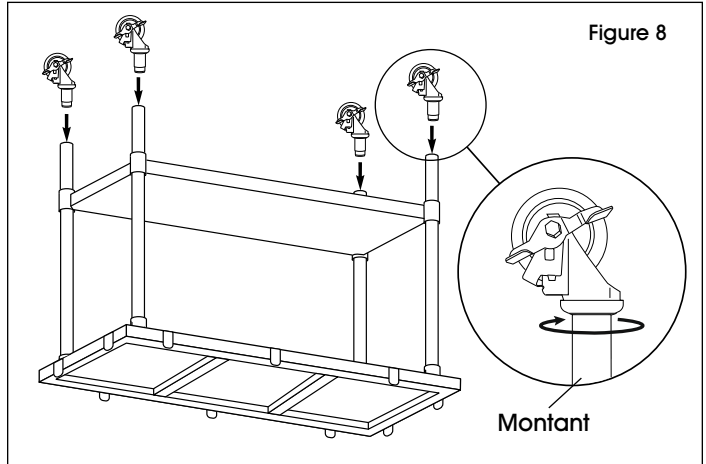

Figure 8
3. Une fois la roulette complètement insérée dans le montant, tournez-la dans le sens horaire jusqu'à ce qu'elle soit bien fixée au montant tubulaire. (Voir Figure 8)